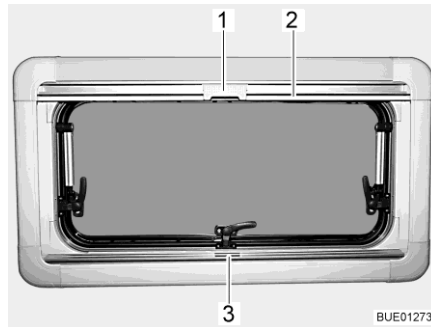

Bild 75 Ausstellfenster
- Faltverdunklung in der Mitte der Griffleiste (Bild 75,3) fassen, von unten nach oben ziehen und auf der gewünschten Höhe loslassen. Die Faltverdunklung bleibt in dieser Höhe stehen.
- Insektenschutzrollo an der Griffleiste (Bild 75,2) nach unten ziehen, bis es an der Griffleiste der Faltverdunklung (Bild 75,3) anstößt.
- Raste (Bild 75,1) am Insektenschutzrollo mit der Griffleiste der Faltverdunklung verriegeln.
- Raste (Bild 75,1) am Insektenschutzrollo oben nach hinten drücken.
- Insektenschutzrollo an der Griffleiste (Bild 75,2) langsam zurückführen.